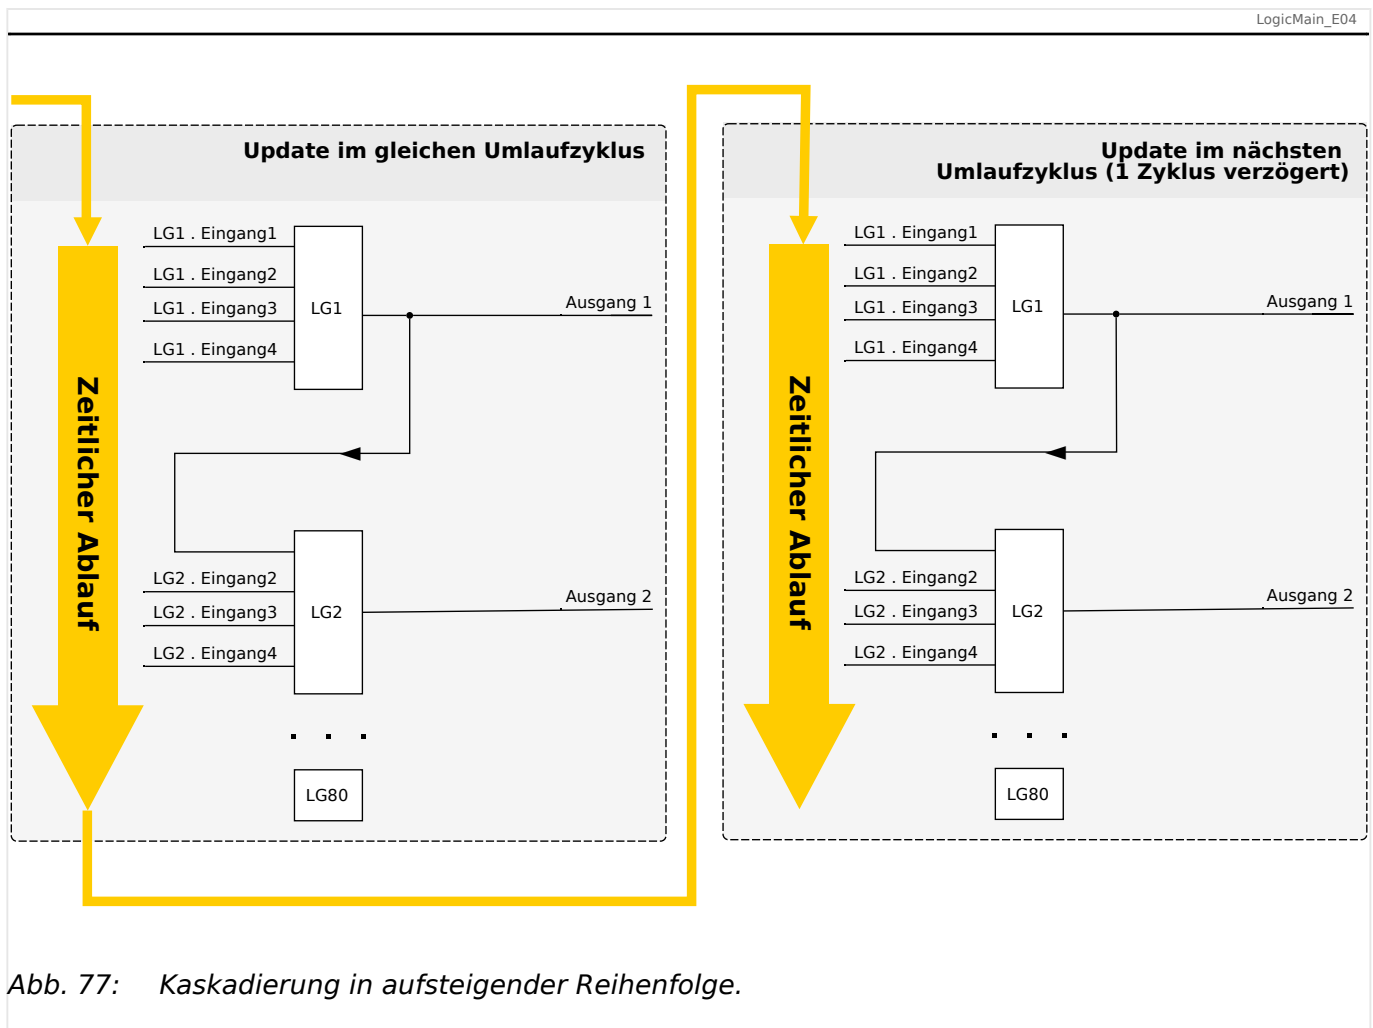
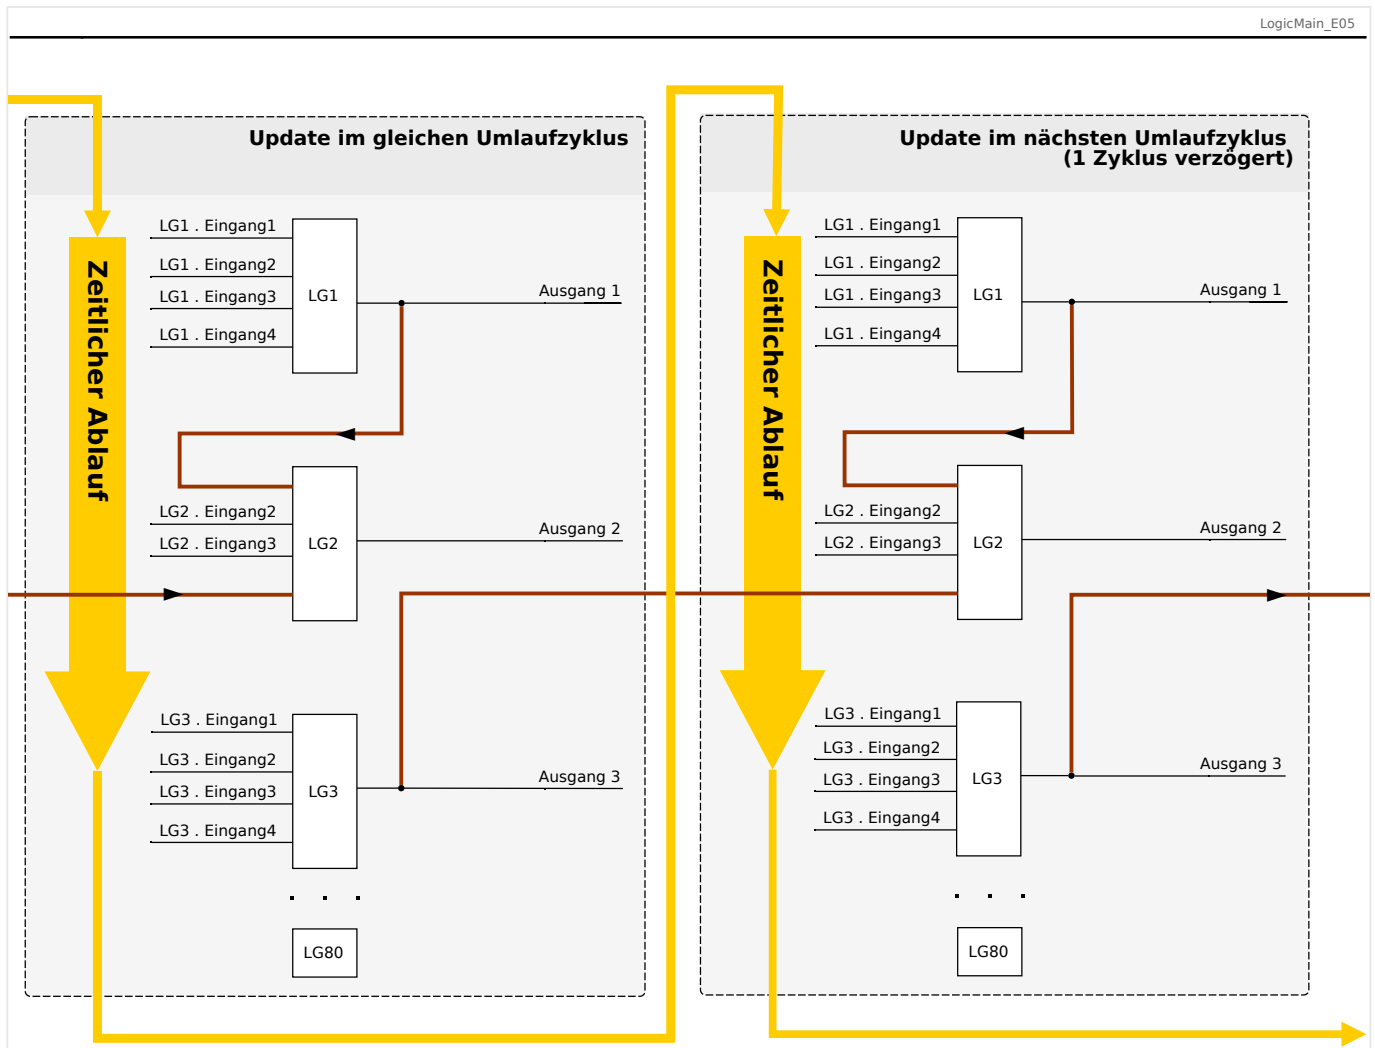

Abb. 77: Kaskadierung in aufsteigender Reihenfolge.
Abb. 78: Kaskadierung in absteigender Reihenfolge.
- Kaskadierung in **aufsteigender** Reihenfolge bedeutet, dass der Ausgang einer Logikgleichung auf den Eingang einer Logikgleichung mit **höherer** Nummer rangiert wird. Das Diagramm  **Abb. 77** weiter unten zeigt ein Beispiel, bei dem der Ausgang von LG1 auf einen Eingang von LG2 rangiert wird.
- Kaskadierung in **absteigender** Reihenfolge bedeutet, dass der Ausgang einer Logikgleichung auf den Eingang einer Logikgleichung mit **niedrigerer** Nummer rangiert wird. Das Diagramm  **Abb. 78** zeigt ein Beispiel, bei dem der Ausgang von LG3 auf einen Eingang von LG2 rangiert wird.
Bei der Konfiguration des Schutzgerätes bestehen keinerlei Einschränkungen oder Unterschiede zwischen aufsteigender und absteigender Reihenfolge. Da allerdings während der Laufzeit des MRDT4 die Logikgleichungen in aufsteigender Reihenfolge ausgewertet werden, haben die resultierenden Ausgangswerte, die am Eingang der Logikgleichung anstehen, ein unterschiedliches „Alter“, wie in  **Abb. 77** und  **Abb. 78** veranschaulicht wird.
Das in Abb. 78 gezeigte Beispiel zeigt eine Konfiguration von „Logikgleichung 2“, die den Ausgang von zwei weiteren Logikgleichungen, „Logikgleichung 1“ und „Logikgleichung 3“, als Eingangszustände verwendet. Hierbei ist der Ausgang von „Logikgleichung 1“ in aufsteigender Reihenfolge verwendet, sodass der Wert in jeweils demselben Prozesszyklus ermittelt wird. Der Ausgang von „Logikgleichung 3“ wird in absteigender Reihenfolge verwendet, sodass der Wert in dem jeweils vorherigen Prozesszyklus ermittelt wurde.